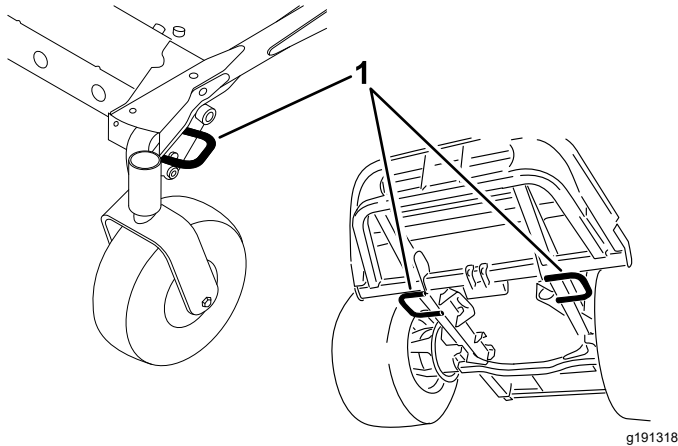

Figura 34
5. Utilice los puntos de amarre de la máquina para sujetar la máquina firmemente al remolque o al camión con correas, cadenas, cables o cuerdas (Figura 34).